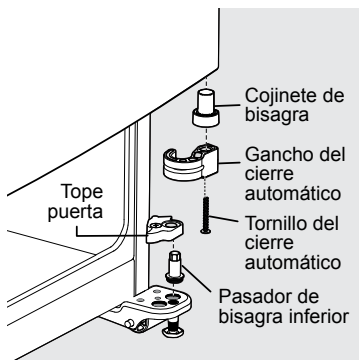

Figura 3
- Quite el tornillo de tope de la puerta con un destornillador de cabeza hexagonal T25 y retire el tope de la puerta (ver Figura 3).
- Desatornille el pasador de la bisagra inferior con una llave inglesa y déjelo aparte (ver Figura 3).